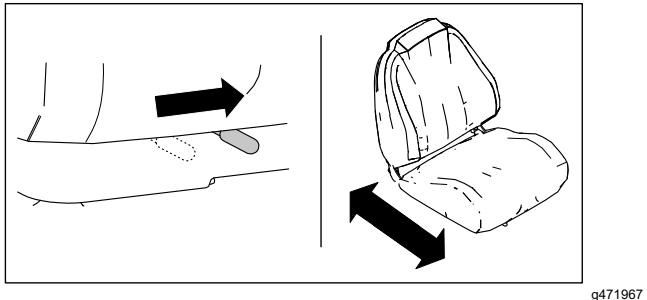

Figura 1
- A. Utilize a alavanca de posicionamento do assento para deslizar o assento para a frente e para trás (Figura 1).